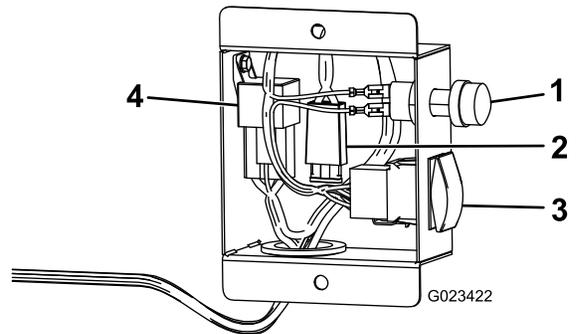

Bild 4
2. Gehen Sie am Kabelbaum nach unten und schließen Sie den Kabelbaum am Dosierungsschalter, der Taste für die Schlauchtrommel und das Stromrelais an (Bild 4).